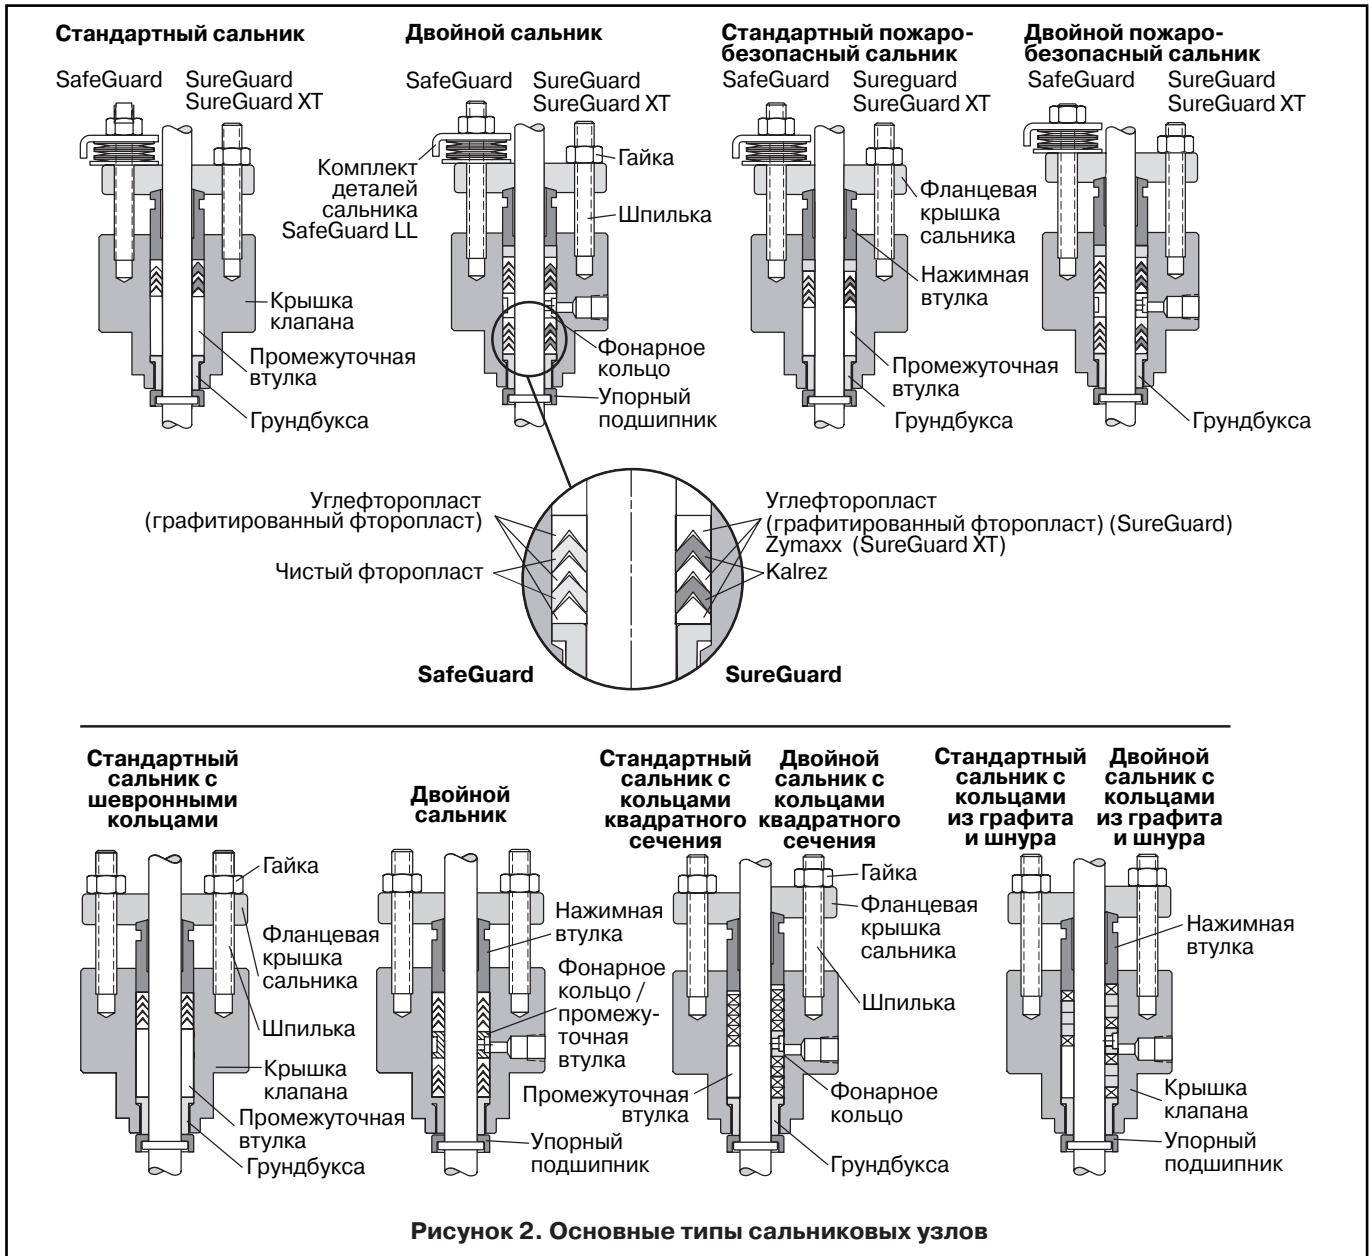

Рисунок 2. Основные типы сальниковых узлов
11. Установите грундбуксу в крышку, а затем установите промежуточную втулку и набивку согласно рис. 2.